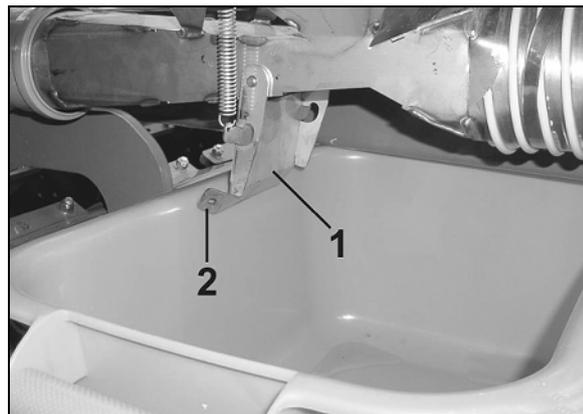

Fig. 75
4. Ouvrez la trappe de la chambre d'injection (Fig. 75 / 1) de chaque doseur.
Risque d'écrasement lors de l'ouverture et de la fermeture de la trappe de la chambre d'injection (Fig. 75 / 1).
Saisissez la trappe de la chambre d'injection uniquement au niveau de la patte de fixation (Fig. 75 / 2), il y a sinon risque de blessure lorsque la trappe commandée par ressort se referme (Fig. 75 / 1).
Ne jamais mettre la main entre la trappe de la chambre d'injection (Fig. 75 / 1) et la chambre d'injection !